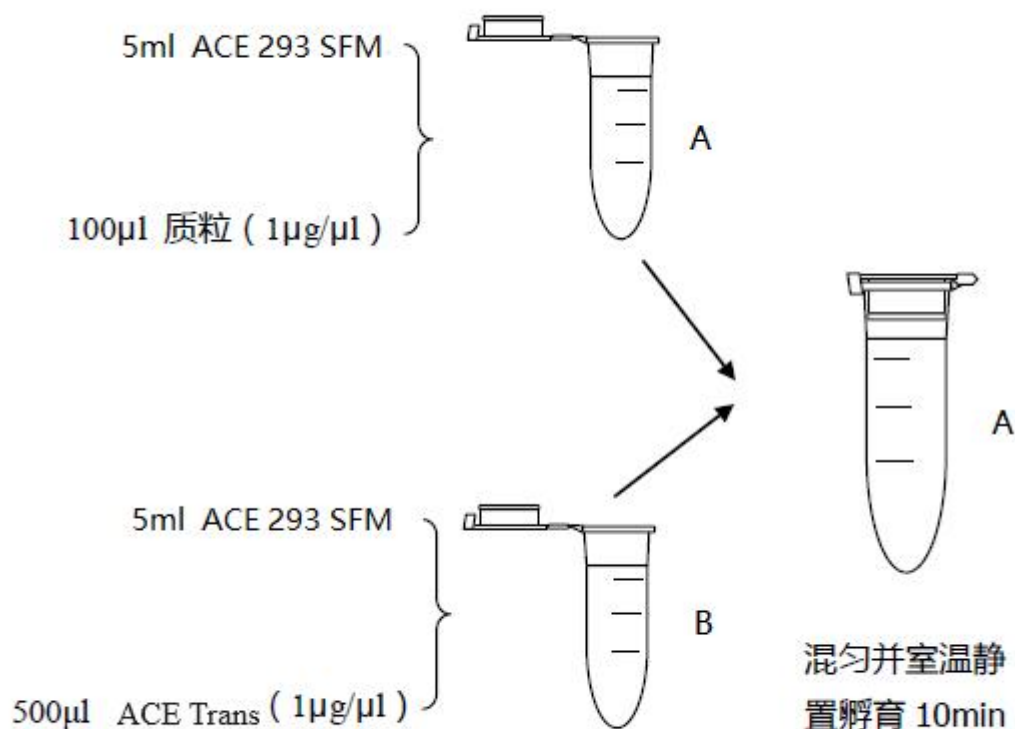

图 1：质粒-载体复合物的配制
- (1) 准备两支 15ml 无菌离心管, 在其中一支中加入 5ml ACE293 SFM 和 100 μ g 无菌质粒 DNA, 轻轻吹打混匀; 取另一支离心管, 加入 5ml ACE293 SFM 和 500 μ l 的 ACE Trans 转染试剂, 轻轻吹打混匀 (见图 1);
- (2) 将含有转染试剂的离心管中所有液体转移至含质粒的离心管中, 轻轻吹打混匀;
- (3) 静置于室温下, 10min 后完成制备出质粒-载体复合物;
- (4) 从恒温摇床中取出细胞, 边摇边加入制备好的质粒-载体复合物, 放回 CO₂ 恒温摇床中震荡培养。3 小时后可根据需要加入适量抗生素。